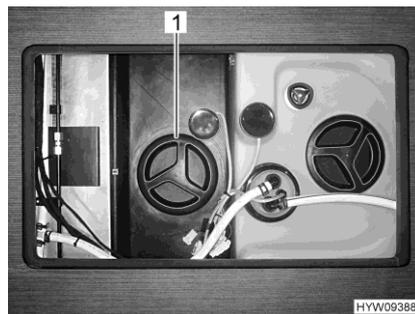

Fig. 221 Ouverture de nettoyage (réservoir d'eaux usées)
- Ouvrir l'ouverture de nettoyage (Fig. 221,1) du réservoir d'eaux usées et le robinet de vidange.